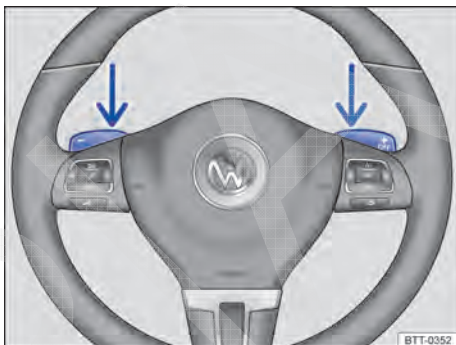

Fig. 150 Volante com 2 seletores basculantes do Tiptronic.
- No programa de condução **D**, **S** ou no curso do Tiptronic, acionar os seletores basculantes no volante ⇒ **Fig. 150**.